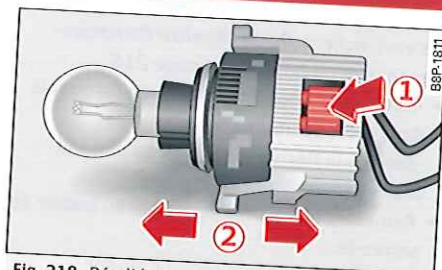

Fig. 218 Désolidarisation de l'ampoule de la fiche
- Pour **désolidariser** l'ampoule de la fiche, pressez la touche de déverrouillage sur la fiche ① $\Rightarrow$ fig. 218. Écartez les deux parties de l'assemblage ②.